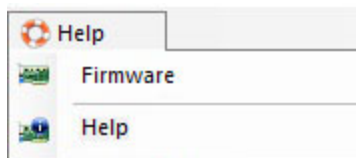

Abb. 10. Menü “Hilfe”
3. Im Menü **“Hilfe”** (Abb. 10) können Sie: